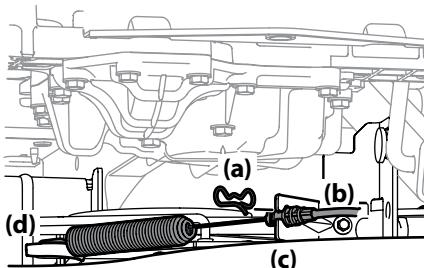

Figura 4-13
- Extraiga el pasador de chaveta (a) que sujetla el cable de la PTO (b) al soporte (c) de la plataforma, deslice el cable de la PTO (b) fuera del soporte (c) y desenganche el resorte de la ménsula intermedia (d). Consulte la Figura 4-13.